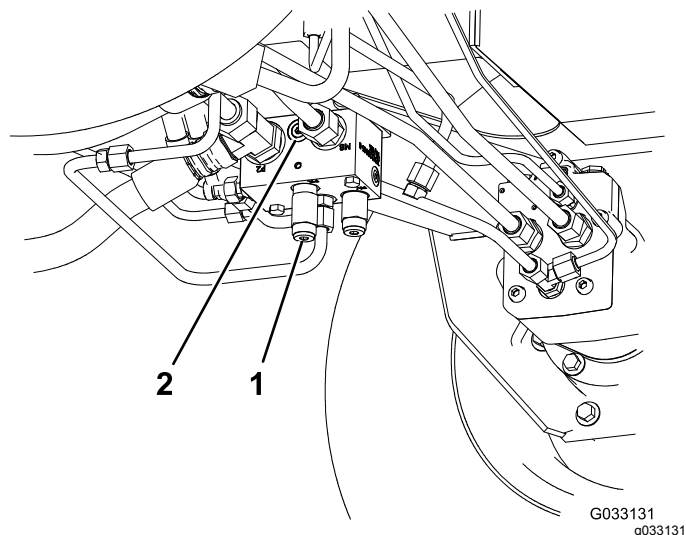

Рисунок 61
1. Установите диагностический штуцер в немаркированное отверстие, расположенное между отверстиями M8 и P2 в заднем тяговом коллекторе (**Рисунок 61**).